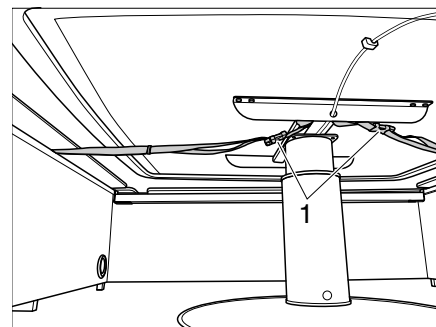

Fig. 54 Sécurisation de la table à hauteur réglable avec des sangles
- ▷ La table à hauteur réglable n'est pas fixée au sol. Avant un trajet, abaisser la table à hauteur réglable jusqu'à la butée inférieure et la fixer avec les sangles (Fig. 54,1) en dessous des banquettes.